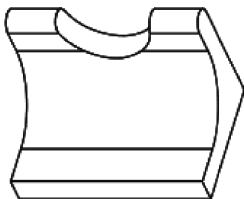
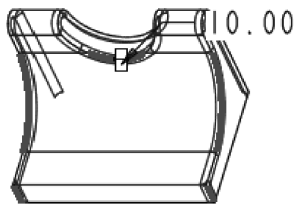

图 7-92 完全倒圆角
图 7-93 选择边线
(11) 符合设计要求后,单击控制区的【应用】按钮,完成圆角特征,如图 7-92 所示。
(12) 单击【工程特征】工具栏中的【倒圆角】按钮,在消息区弹出【倒圆角】操控板。
(13) 按住〈Ctrl〉键选择模型上加粗的几条边线,将圆角半径修改为“10”,如图 7-93 所示。